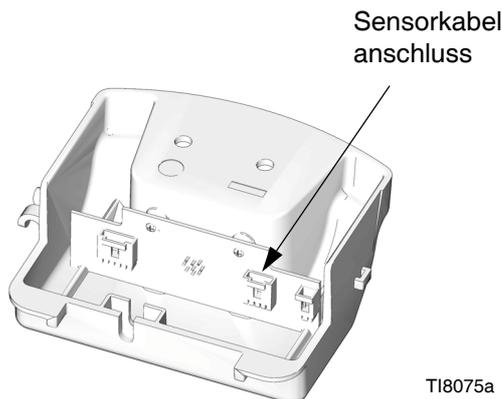

ABB. 15. Sensorkabelanschluss
- a. **DataTrak Modelle:** Entfernen Sie die beiden Schrauben (135). Vorsichtig das DataTrak-Modul (131) entfernen, siehe Seite 14. Ziehen Sie die Kabel der Trockenlauf-Magnetspule und des Sensors von der Modulplatine ab. Entfernen Sie die beiden Schrauben (134), und schieben Sie das Gehäuse (132) vorsichtig vom Druckluftventil.
- b. **Modelle mit Linearsensor:** Entfernen Sie die Schrauben (134), und schieben Sie das Gehäuse (132) vorsichtig vom Druckluftventil. Ziehen Sie das Sensorkabel von der Platine ab. Siehe ABB. 15 auf Seite 28.
10. Den Schalldämpfer (15) wieder einbauen. Die Schrauben (43) vollständig gegen den Schalldämpfer festziehen.
11. Die äußere Ventilabdeckung (47) wieder anbringen.
- a. **DataTrak Modelle:** Schieben Sie vorsichtig das Gehäuse (132) über das Druckluftventil. Die Schrauben (134) per Hand eindrehen und dann mit 11,3 N•m (100 in-lb) festziehen. Die Magnetspule und die Sensorkabel wieder am DataTrak-Modul (131) einstecken, siehe Seite 14. Schieben Sie das Modul (131) vorsichtig zurück in das Gehäuse (132). Setzen Sie die beiden Schrauben (135) wieder ein.
- b. **Modelle mit Linearsensor:** Stecken Sie das Sensorkabel wieder in die Platine ein. Siehe ABB. 15 auf Seite 28. Schieben Sie das Gehäuse (132) vorsichtig über das Druckluftventil. Die Schrauben (134) per Hand eindrehen und dann mit 11,3 N•m (100 in-lb) festziehen.
13. Die obere Abdeckung (30) wieder anbringen.
5. Entfernen Sie die Schrauben (134), und schieben Sie vorsichtig das Gehäuse (132) vom Druckluftventil. Ziehen Sie das Sensorkabel von der Platine ab. Siehe ABB. 15.
6. Ziehen Sie das Kabel zurück durch das Loch (H) in der Seite des Adapters (33) und lassen Sie es oben aus dem Adapter heraushängen.
7. Schrauben Sie den Adapter (33) und den Sensor (35) ab. Heben Sie den Sensor nach oben gerade aus dem Druckluftmotor heraus.
8. Bringen Sie Schraubensicherungsmittel auf das neue Sensorgehäuse auf. Schrauben Sie den Sensor (35) in die obere Abdeckung (1) ein. Mit 40,6-48,8 N•m (30-36 ft-lb) festziehen.
9. Tragen Sie Schraubensicherungsmittel auf den Adapter (33) auf. Ziehen Sie das Sensorkabel gerade oben aus dem Adapter heraus, und schrauben Sie dann den Adapter in die obere Abdeckung (1) ein. Mit 40,6-48,8 N•m (30-36 ft-lb) festziehen.
10. Ziehen Sie das Sensorkabel durch das Loch (H) in der Seite des Adapters, und schließen Sie es wieder an der Platine an. Siehe ABB. 15 auf Seite 28. Schieben Sie das Gehäuse (132) vorsichtig über das Druckluftventil. Die Schrauben (134) per Hand eindrehen und dann mit 11,3 N•m (100 in-lb) festziehen.
11. Bringen Sie Schraubensicherungsmittel auf den Transportring (21) auf. Den Adapter (33) mit einem Schraubenschlüssel am Verdrehen hindern und den Transportring mit 40,6-48,8 N•m (30-36 ft-lb) festziehen.
12. Die obere Abdeckung (30) wieder anbringen.